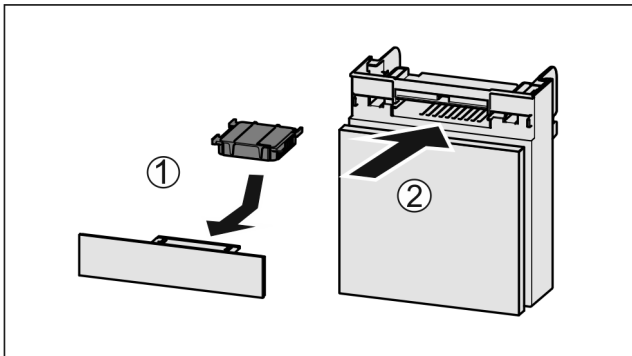

Fig. 36
- ▶ Поставете Fig. 36 (1) филтъра с активен въглен, както е показано на фигурата.
- ▶ Вкарайте Fig. 36 (2) отделението.